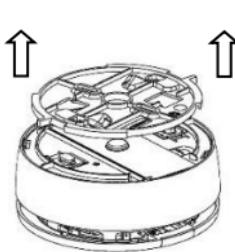

Figura 5
- Retire o suporte plástico do detector (*ver Figura 5*).
1. Retire o suporte plástico do detector (*ver Figura 5*).